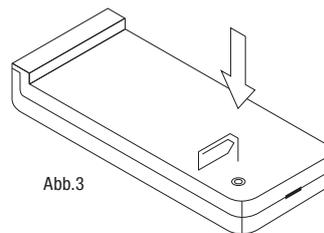

Abb.3
- Drücken Sie kurz, mit einem entsprechenden Gegenstand, z.B. einer Büroklammer, die Prog|T4-Taste (s. Abb. 3, Rückseite) Ihres Mastersenders; ein kurzer Signalton des Empfängers bestätigt, dass Sie sich im Programmiermodus befinden. Taste loslassen.
- Drücken Sie kurz, mit einem entsprechenden Gegenstand, z. B. einer Büroklammer, die Prog|T4-Taste (s. Abb. 3) Ihres Mastersenders; ein kurzer Signalton des Empfängers bestätigt, dass Sie sich im Programmiermodus befinden. Taste loslassen.
- Währenddessen drücken und halten Sie nochmals die Prog|T4-Taste (s. Abb. 3, Rückseite) am Mastersender; ein kurzer Signalton (ca. 1 Sek.) bestätigt Ihnen die korrekte Löschung. Taste loslassen.